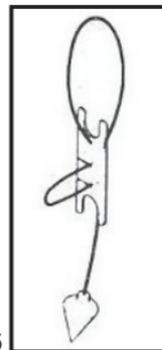

Рис.15
1) Используйте нитяной отвес для точной установки инструмента над точкой. (Рис.15)